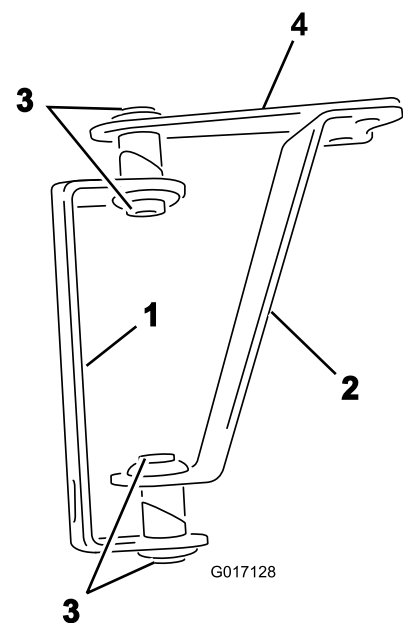
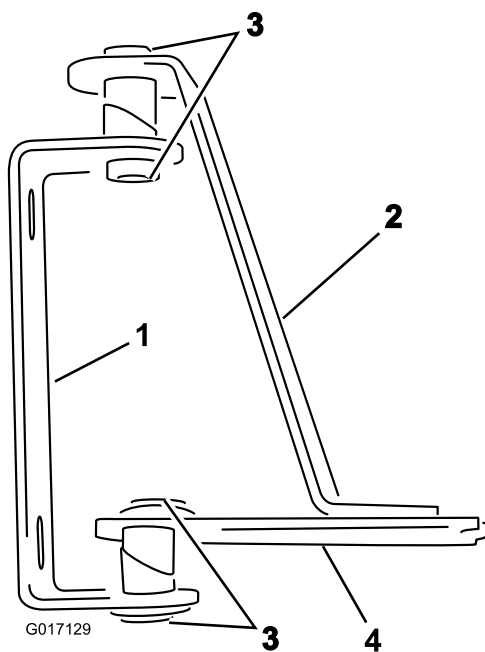

Bild 1
Bild 2
1. Arrangieren Sie die Scharniere und Riemen, wie in Bild 1 (für einen nicht abgedeckten Ausleger) oder in Bild 2 (für einen abgedeckten Ausleger) dargestellt.
- Setzen Sie die Büchsen in die Öffnungen in den Scharnieren des geschweißten Rohrs und den Riemen ein, wie in Bild 1 oder Bild 2 dargestellt.